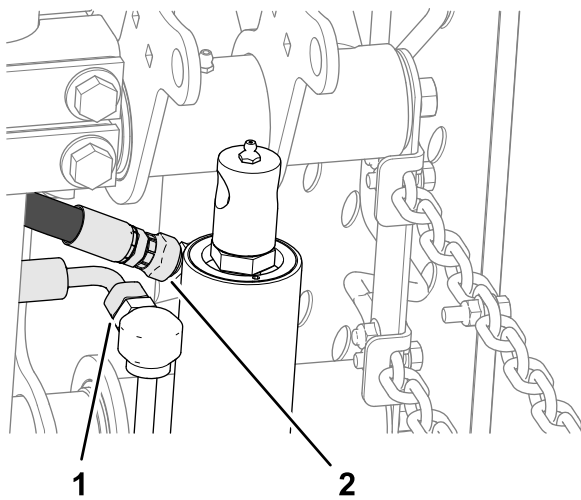

Figura 14
2. La cilindrul de ridicare, slăbii racordul pivotant drept al furtunului de retur i racordul pivotant de 90° al furtunului de ridicare (Figura 14).